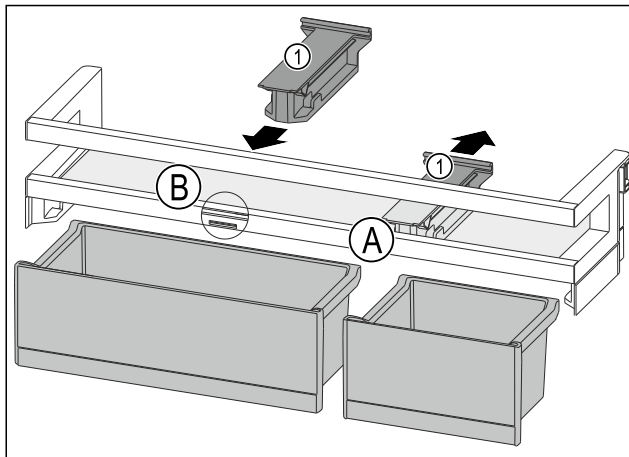

Fig. 88
- Tirare l'elemento di tenuta Fig. 88 (1) all'indietro per portarlo in posizione Fig. 88 (A).
- Inserire l'elemento di tenuta Fig. 88 (1) in posizione Fig. 88 (B).